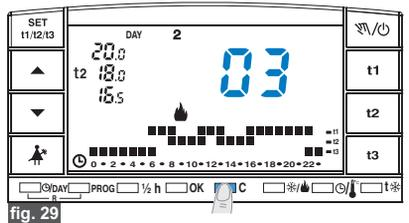

fig. 29
- **Visualizzazione del tempo di funzionamento nelle ultime 24 ore:** premere brevemente il tasto **C** (fig. 29) ed appariranno le ore di funzionamento richieste sul display.